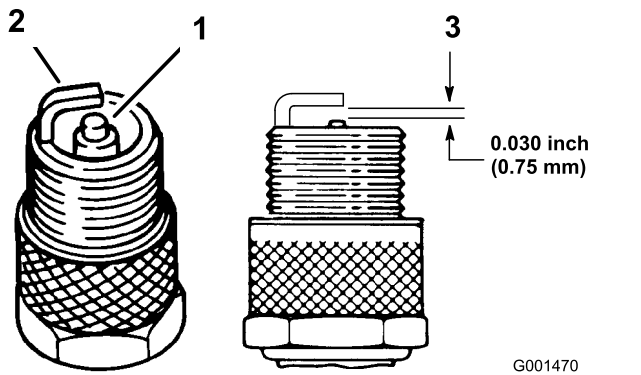

図 41
4. 電極 (側面と中央) と碍子の状態を点検する (**図 41**)。
5. 電極間のエアギャップを 0.76mm に調整する (図 41)。